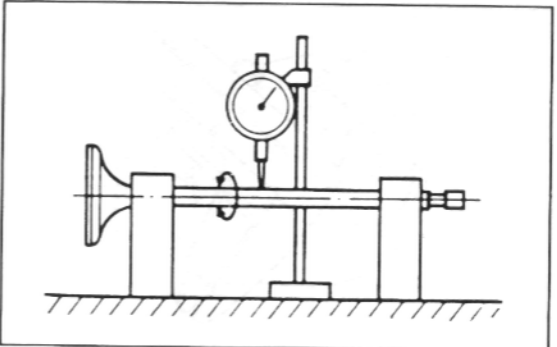

Bild 129
-  Schlag des Ventilschafts messen, siehe Bild 129. Verschleissgrenze: 0,02 mm.